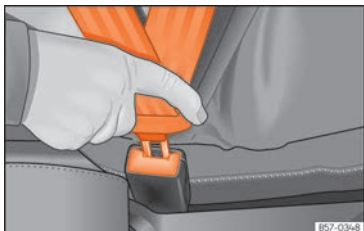

Fig. 14 Insérer la languette de la ceinture de sécurité dans son boîtier de verrouillage.
- Le pêne doit être encastré dans le boîtier de verrouillage du siège auquel il est destiné »» fig. 14.